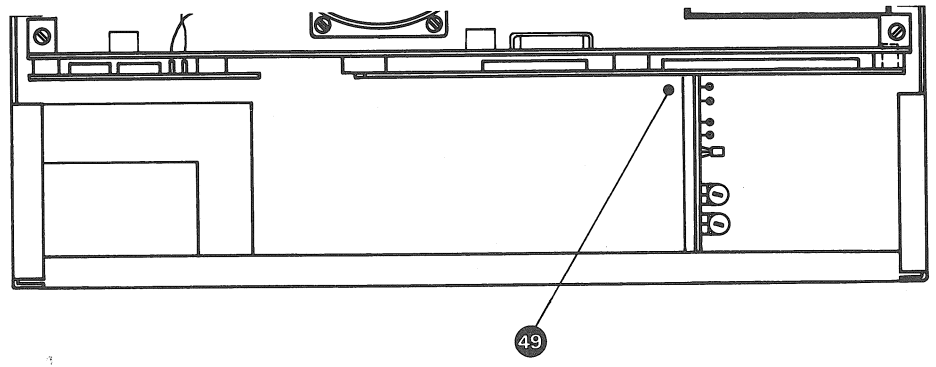

Fig. 3.22.-2
- 1 Schraube (49) (Fig. 3.22. - 2) an der Eingangsverstärkerplatine lösen.